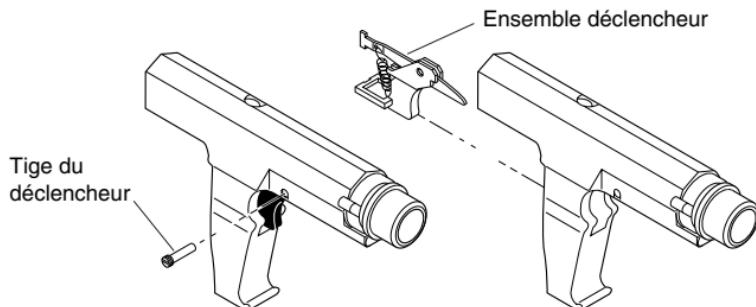

**Figure 7 - Retrait du bouchon et des ressorts pour accéder au percuteur**
4. Insérer le petit ressort dans l'ensemble gâchette. S'assurer que le ressort est bien placé sur le percuteur (Figure 7, page 77).
5. Placer le grand ressort sur le petit ressort (Figure 7, page 77).